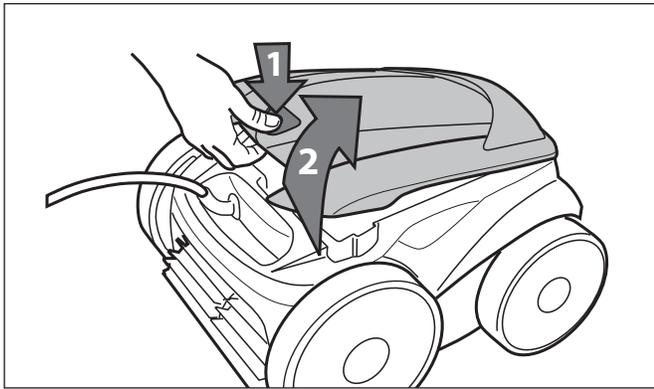

Figura 21. Levante la tapa del limpiafondos
3. Empuje el seguro de la tapa (1) y levante la tapa (2) hasta que quede segura en posición vertical. (Figura 21).